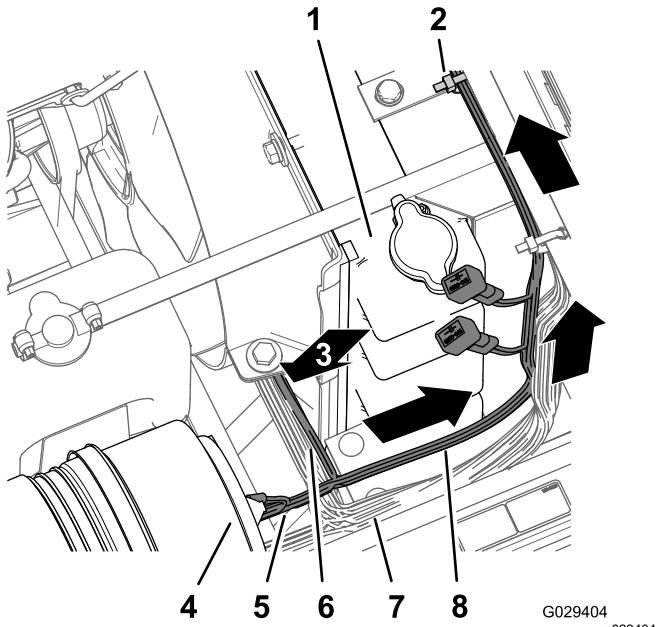

Figure 11
1. Acheminez le faisceau de câblage du kit de finition vers l'avant, entre la barre du ROPS et l'angle inférieur de la cuve du pulvérisateur, le long du faisceau de câblage de la machine, et sous le filtre à air du moteur (Figure 10 et Figure 11).
2. Acheminez la branche compartiment moteur de 197 cm du faisceau de câblage (avec la cosse en anneau, la borne à douille et le connecteur à 5 douilles) vers le haut le long du côté droit du radiateur, le long du sommet du radiateur et sous la base de la console centrale (Figure 11).